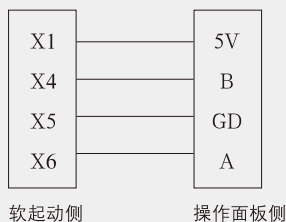

图 4-5-2
▶ 4-3-4 远控操作面板：1xxx2xxx 均可选取配远控操作面板，采用 485 接口共有 4 根信号线；使用时接于图 4-5-2 插座上。